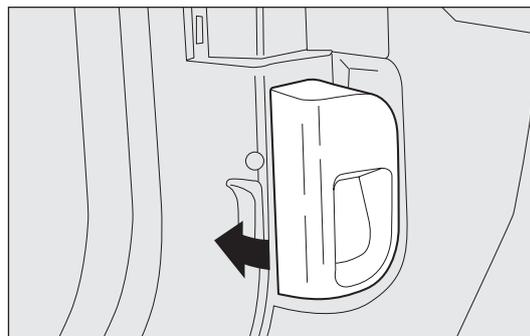

fig. 100
- tirer la manette fig. 100 dans le sens indiqué par la flèche ;